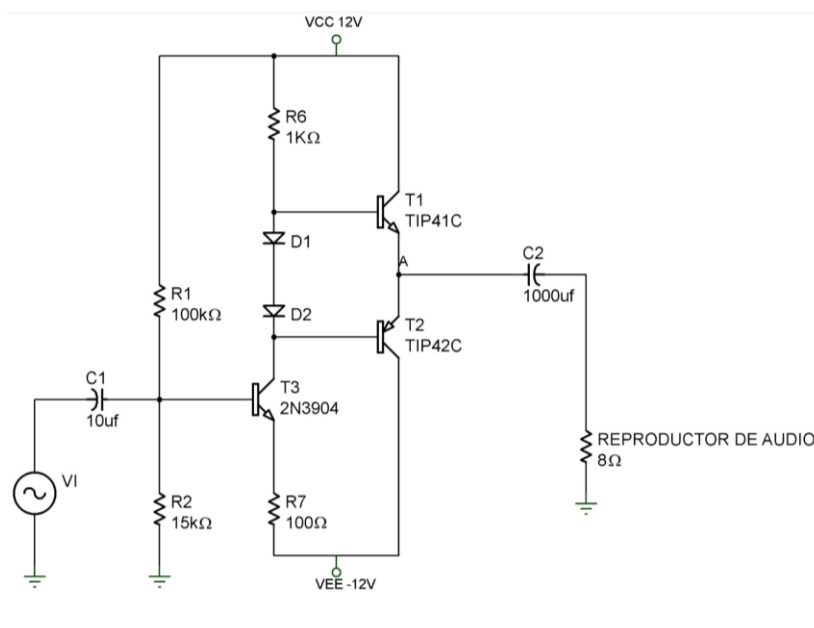

Figura 11.4
2. Desarrollar el análisis teórico de la Figura 11.4, mismo que deberá ser entregado al profesor del laboratorio al inicio de éste.
11. Arme como se muestra en la Figura 11.4
7. Compare la eficiencia teórica con la eficiencia práctica de la Figura 11.4.